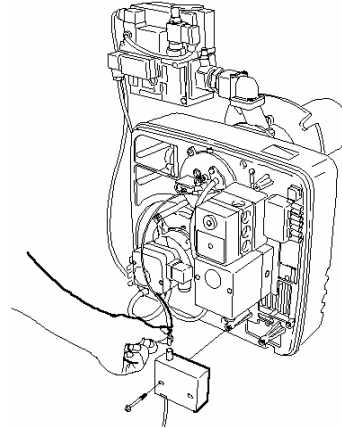

Fig. 25
- Desfaceți cablul de aprindere, cablul de ionizare și furtunele presostatului de aer (Fig. 25)